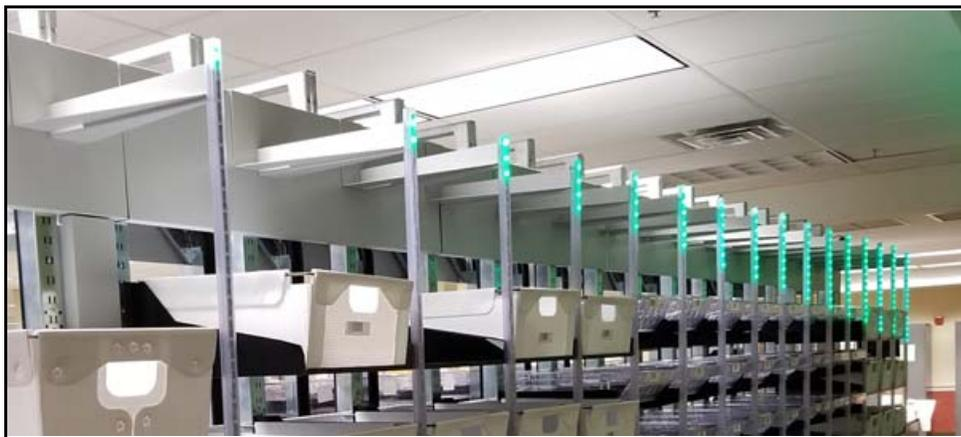

Figura 3-6: Fitas de LED Verticais
- Fitas de LED verticais montadas no suporte (Figura 3-6 na página 105).